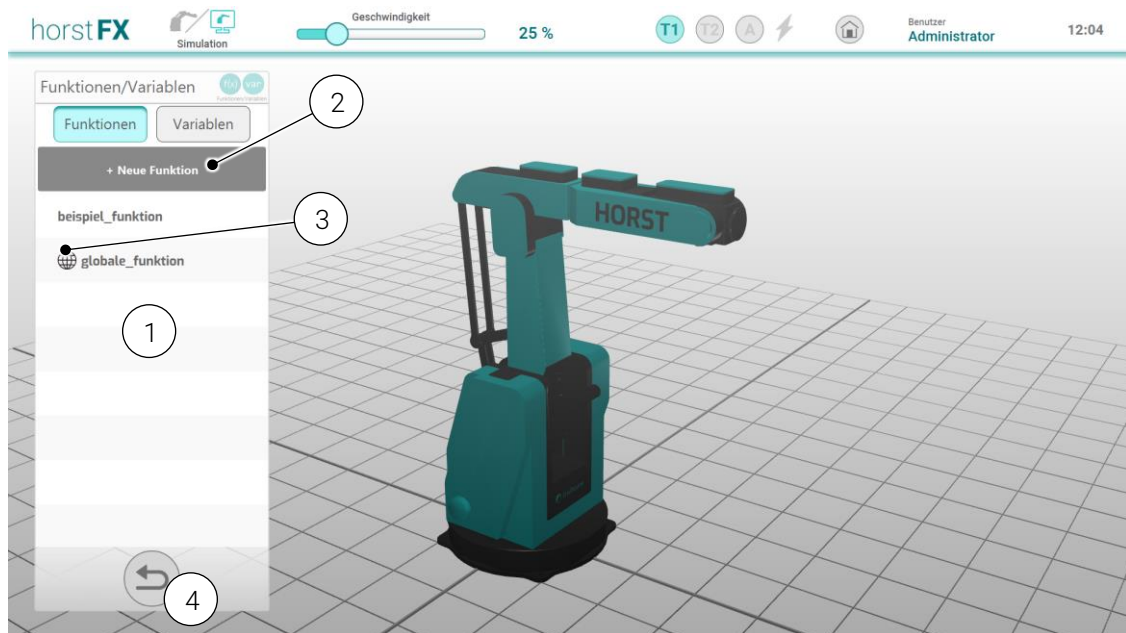

Abb. 6-53: Funktions-Auflistung
Durch Antippen des Buttons **Funktionen/Variablen** (1) in der Programmiersicht wird der Programmbaum durch eine Auflistung aller bestehenden Funktionen ersetzt (s. Abb. 6-53).